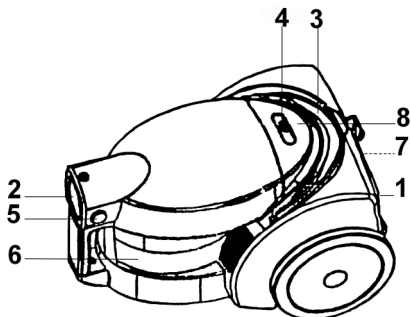

ABB. 1
1. Drücken Sie die Taste 5, um das Filtergehäuse zu öffnen (siehe ABB. 1).